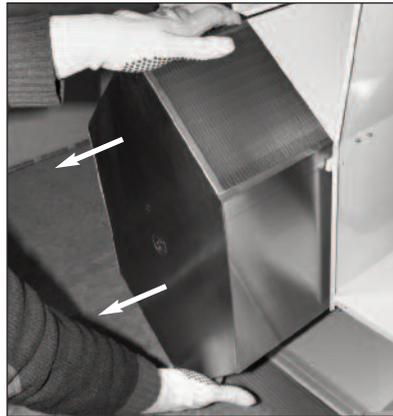

Fig. 5
2. Afin de réduire le poids de la centrale lors du montage, enlever l'échangeur à contre-courant (fig. 5).